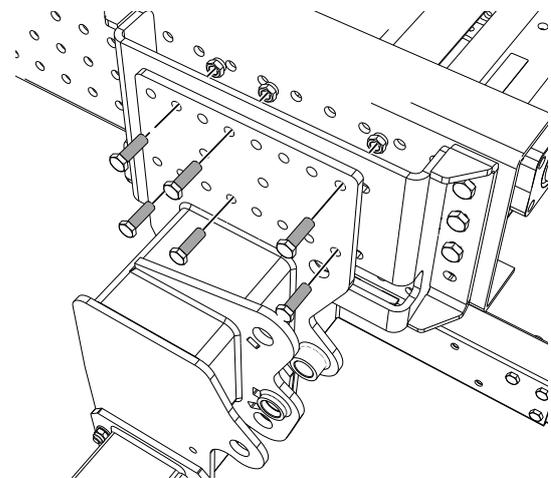
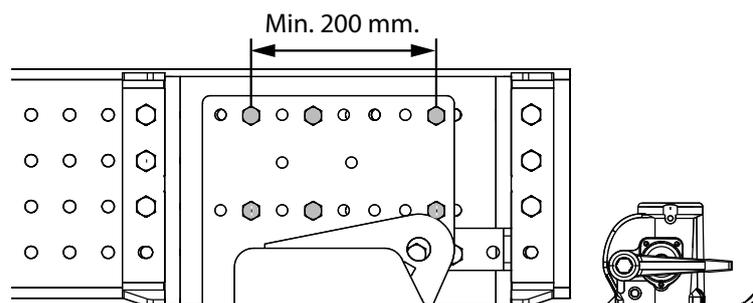

Abb.27. Montieren Sie es mit mindestens 3 Schrauben M14x15 10.9 an der oberen bzw. unteren Lochreihe.
Abb.28. Der Abstand zwischen den äußeren Schrauben muss mindestens 200 mm betragen.
8. Passen Sie den Hubträger ein und montieren Sie es an den Rahmenhalterungen. Montieren Sie ihn mit mindestens 3 Schrauben M14x15 10.9 an der oberen bzw. unteren Lochreihe. Der Abstand zwischen den äußeren Schrauben muss mindestens 200 mm betragen, siehe Abb.28. Montieren Sie sie mit Muttern an der Innenseite der Halterung, siehe Abb.27. Die ovalen Löcher der Rahmenhalterung ermöglichen eine Feineinstellung der Position der Ladebordwand. Nehmen Sie bei Bedarf eine Feineinstellung vor, bevor die Schrauben angezogen werden.